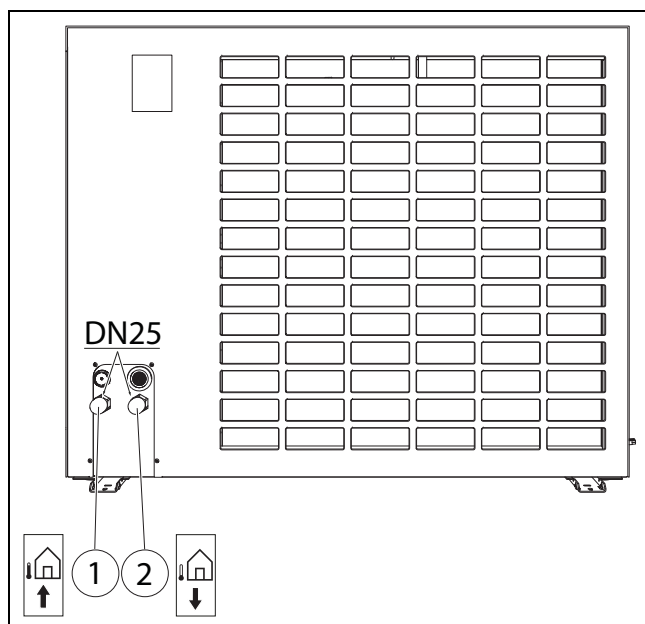

Bild 35 Anschlüsse der Wärmeträgerrohre, Beschreibung gültig für alle Größen
- Vorlaufleitung von der Inneneinheit an den Wärmeträgerausgang anschließen (→ [1], Abbildung 35).
- Rücklaufleitung von der Inneneinheit an den Wärmeträgereingang anschließen (→ [2], Abbildung 35).